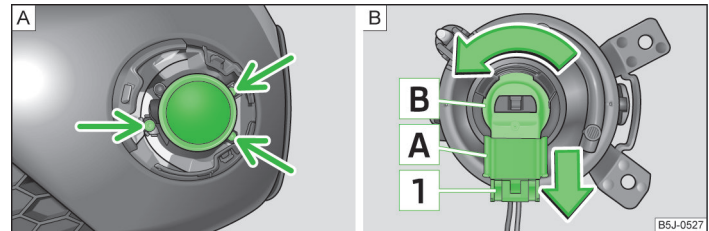

Abb. 162 Vorderer Stoßfänger: Nebelscheinwerfer / Nebelscheinwerfer: Glühlampe wechseln
- Mit dem Schraubendreher » Seite 179, *Bordwerkzeug* die Schrauben » Abb. 162 - **A** herausdrehen.
- Die Sicherung **1** » Abb. 162 des Steckers **A** drücken und den Stecker aus der Fassung **B** herausziehen.